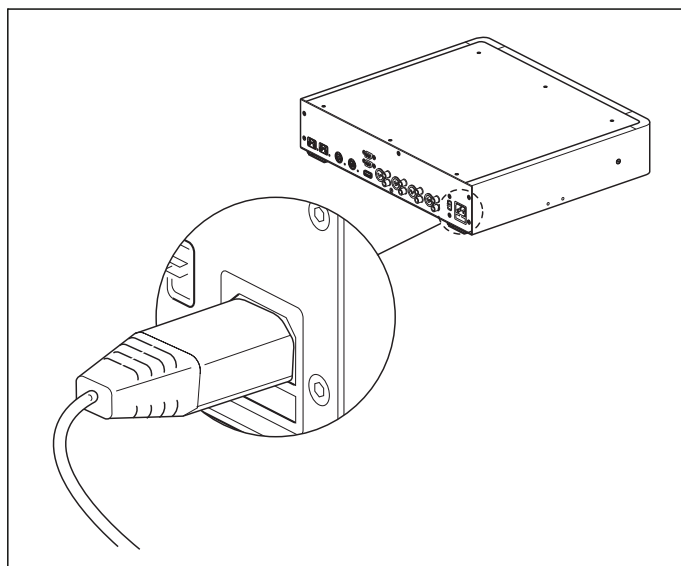

рисунок 8.4: Подвод энергии
- 3 Соедините подходящий местный кабель с центральным модулем управления. (см. рисунок 8.4).